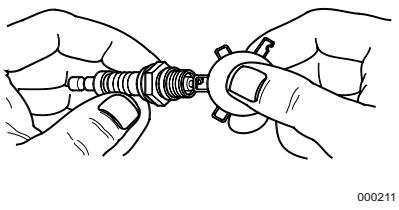

Figura 4-4. Bujía
- Vea la **Figura 4-4**. Compruebe la separación de los electrodos de bujía usando un calibre de espesores de alambre. Si la separación está afuera de la especificación, sustituya la bujía. Vea la **Tabla 2: Especificaciones del producto**.